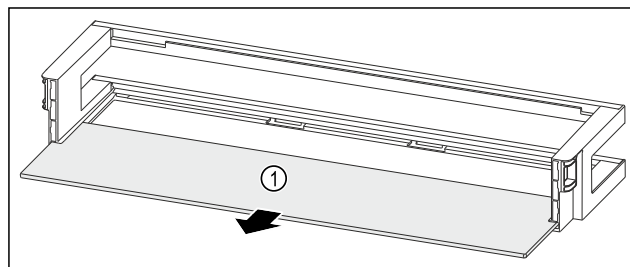

Fig. 116 Дверная полка со съемной полкой
- ▶ Извлеките съемную полку Fig. 116 (1).